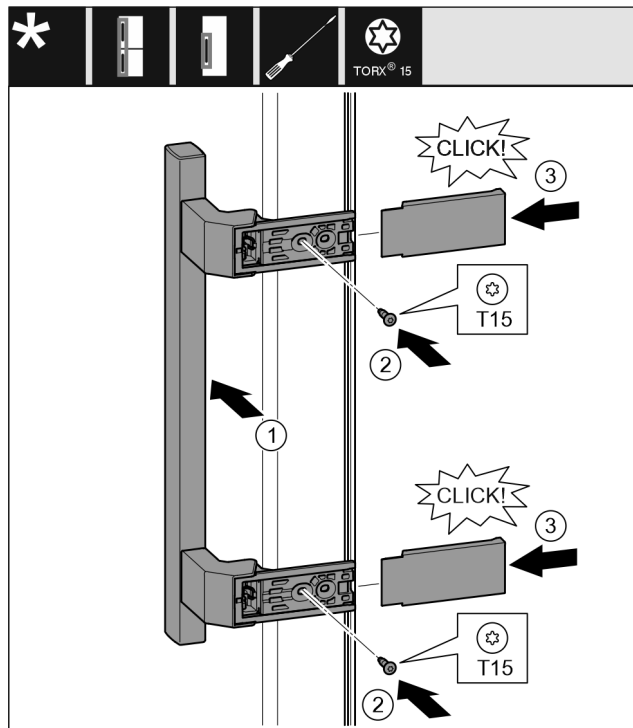

Fig. 38
- ▶ Установите ручку на противоположной стороне. Fig. 38 (1)
- ▶ Затяните винты отверткой T15. Fig. 38 (2)
- ▶ Установите крышки сбоку и надвиньте их. Fig. 38 (3)